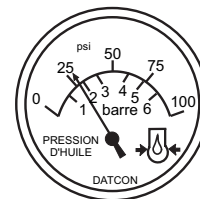

Figure 48. Jauge de Pression D'huile
10. L'indicateur de pression d'huile moteur (Figure 48) indique la pression de l'huile moteur. Normalement, la pression de l'huile est d'environ 35 à 65 psi. (241~448 kPa) lors du démarrage du moteur.